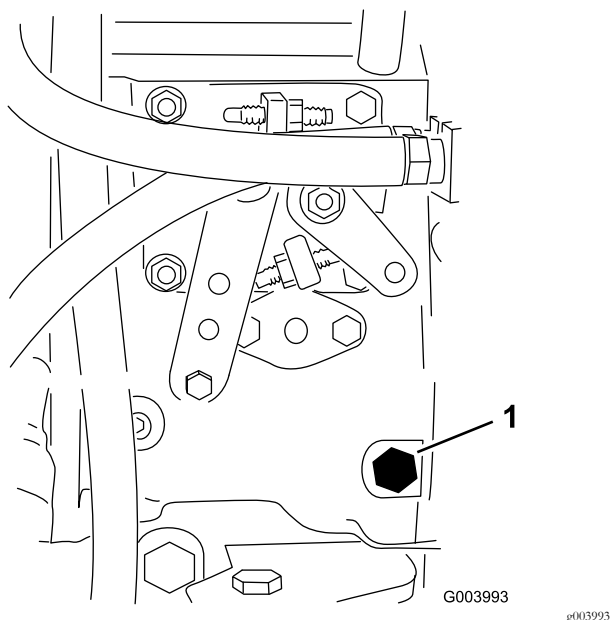

Рисунок 22
3. Выверните винт для продувки из топливного насоса для впрыска топлива (Рисунок 22) 12-миллиметровым ключом.